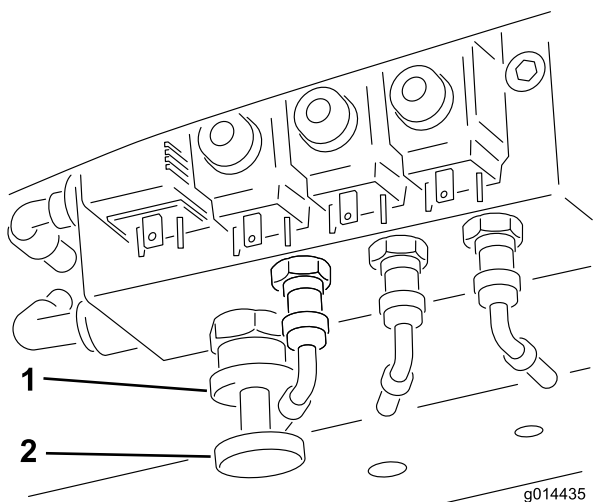

Figure 32
Pour engager le transfert de poids : L'ampleur du transfert de poids peut être réglée en fonction des conditions d'utilisation, en faisant tourner la molette de transfert de poids (Figure 32) comme suit :
- Desserrez l'écrou de verrouillage de la vanne de 1/2 tour dans le sens antihoraire et maintenez-le dans cette position (Figure 32).
- Tournez la molette (Figure 32) dans le sens antihoraire pour réduire le transfert de poids ou dans le sens horaire pour l'augmenter.